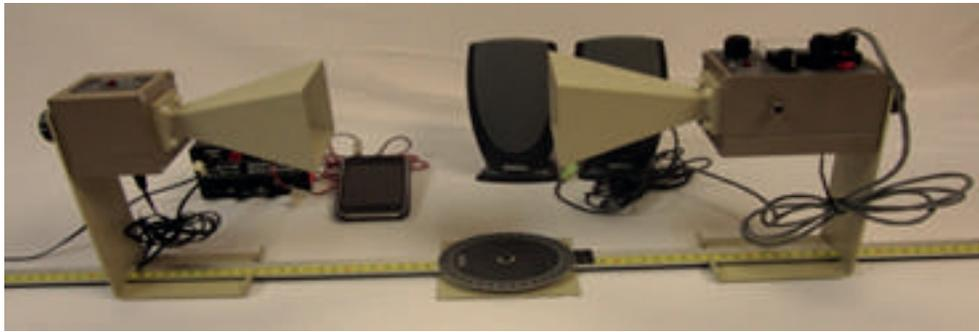

Figura 9.6. Polarización de una señal de audio con los conos en 0°
i) Coloque el transmisor en 30 cm y el receptor en 90 cm (figura 9.6).
j) Para tener una mejor toma de lecturas, puede girar tanto el cono del receptor como del transmisor de tal manera que, queden en los mismos grados (figura 9.6), en dado caso, sólo haga los cambios convenientes para poder llenar la tabla 9.2.